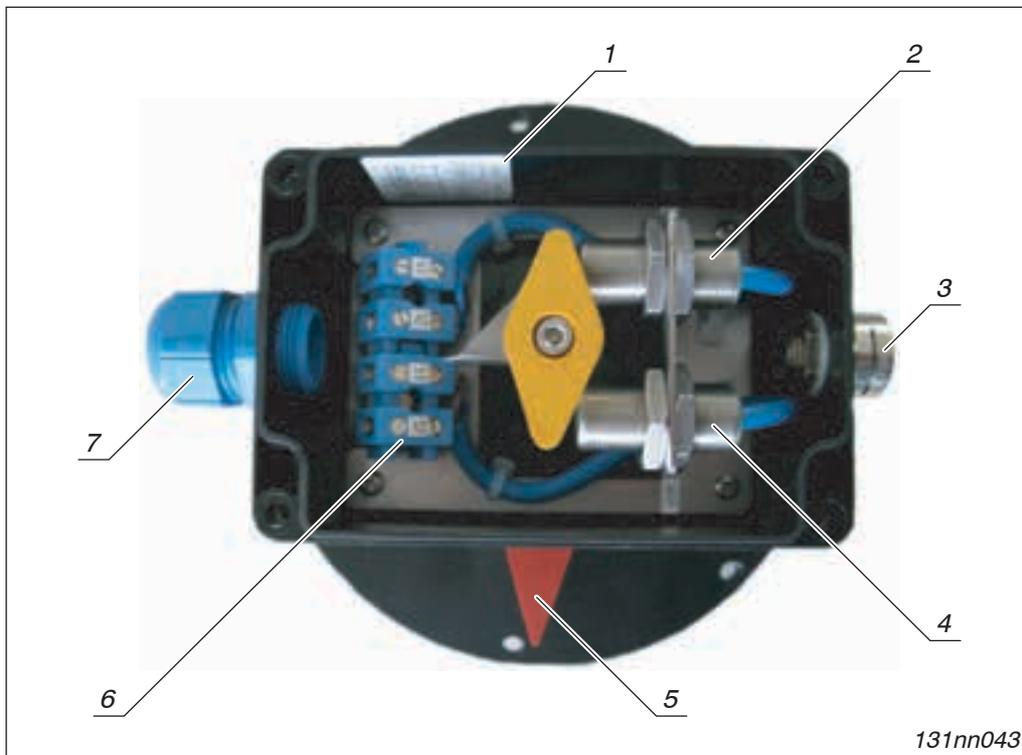

Fig. 3-16 Endschalter
Die an der linken langen Fläche im Gehäuse eingeklebten oder direkt auf der Platine aufgeklebten Schaltpläne müssen beachtet werden (→ Seite 3-38, Fig. 3-16, Pos. 1).
Sicherheit bzw. Staubexplosionsschutz der Gehäuse bleiben nur erhalten, wenn das Druckausgleichselement (→ Seite 3-38, Fig. 3-16, Pos. 3) dauerhaft abgedichtet in der vorgesehenen Bohrung des Gehäuses im Gehäuseboden (zwischen Antrieb und Gehäuse mit montierter Brücke) befestigt ist.
Darstellung → Seite 3-38, Fig. 3-16.
- Je nach Endstellung kann nur der zugeordnete Initiator eingestellt werden (→ Seite 3-38, Fig. 3-16).